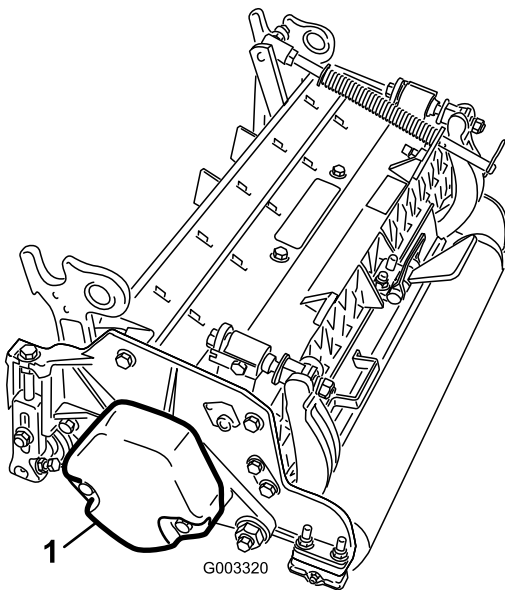

Figure 3
4. Veillez à monter le contrepoids (Figure 3) du bon côté sur chacun des plateaux de coupe, comme expliqué dans le *Manuel de l'utilisateur* des plateaux de coupe.